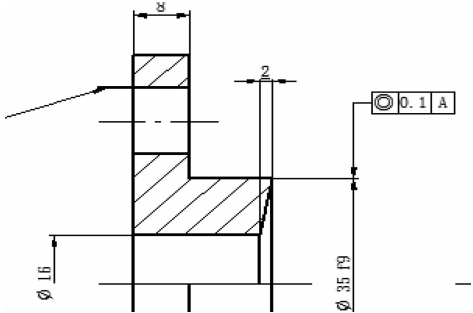

图 9-44 形位公差符号
(2) 设置公差符号的参数。在【特征控制框属性】对话框中单击【常规】选项卡，然后在【几何符号】区域单击按钮，单击【分隔符】按钮，在【内容】文本框中输入值【0.1】，再次单击【分隔符】按钮，在【内容】文本框中输入【A】，单击【确定】按钮。
(3) 指定指引线。在【特征控制框】命令条中确认和按钮被按下，选择图 9-44 所示的边线为引线的放置点，选择适当的位置在图纸中单击，完成公差符号的创建，结果如图 9-44 所示。